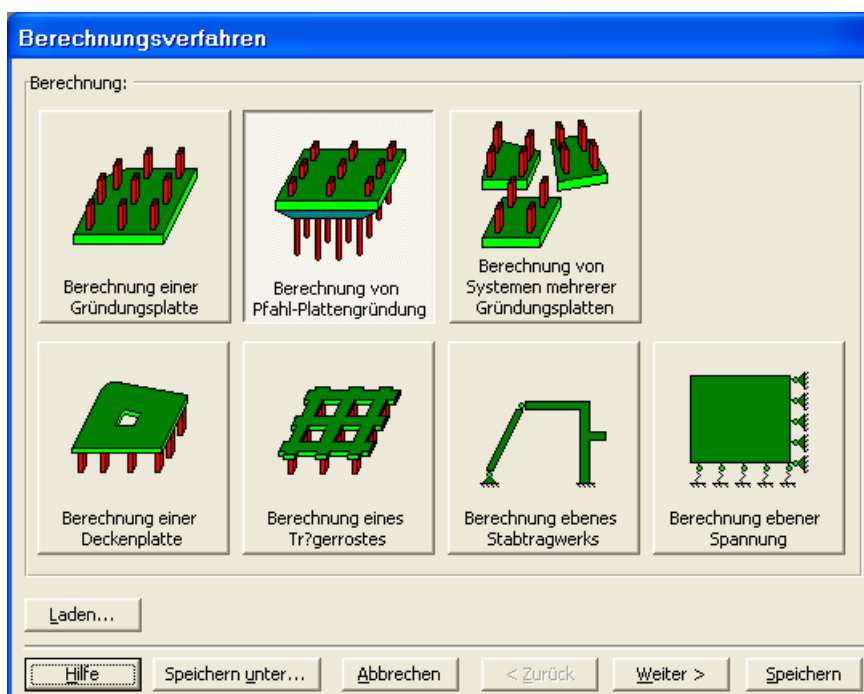

Bild 11-2 Wizard-Assistent "Berechnung"
Wählen Sie "Neues Projekt" aus dem "Daten"-Menü des *ELPLA-Daten*-Fensters. Der folgende Wizard-Assistent im Bild 11-2 erscheint. Der Wizard-Assistent vereinfacht den Prozess mit Hilfe der Standard- und vertrauten Wizard-Oberfläche. Ein Wizard-Assistent ist eine Reihe von Menüs in einem speziellen Fenster, die durch eine Aufgabe helfen. In diesem Wizard-Assistent definieren Sie die Berechnung des Problems, weil *ELPLA* verschiedene Statiksysteme behandeln kann. Da die Berechnung eine Pfahlgruppe ist, machen Sie die nächsten zwei Schritte:
- Wählen Sie "Berechnung einer Pfahl-Plattengründung", wie in Bild 11-2 gezeigt